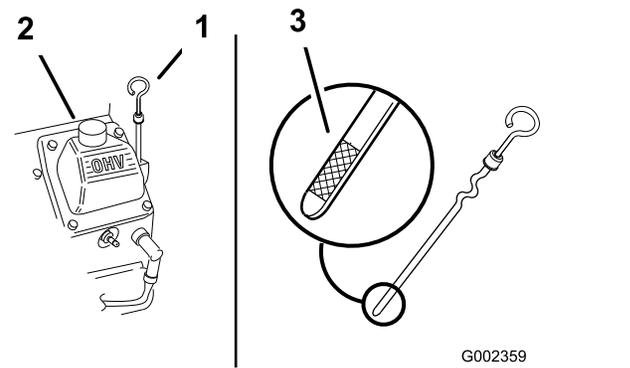

Bild 44
3. Nehmen Sie den Peilstab heraus und wischen Sie ihn ab. Stecken Sie ihn dann ein (Bild 44).
Der Ölstand sollte sich zwischen den Markierungen „F“ (voll) und „L“ (leer) auf dem Peilstab befinden (Bild 44).
5. Wenn der Ölstand unter der Leer-Marke (L) liegt, nehmen Sie die Füllrohrkappe (Bild 44) ab und gießen Sie genug Öl ein, um den Ölstand bis zur Voll-Marke (F) anzuheben.
2. Reinigen Sie den Bereich um den Ölpeilstab (Bild 44), damit kein Schmutz in den Einfüllstutzen gelangen und den Motor beschädigen kann.